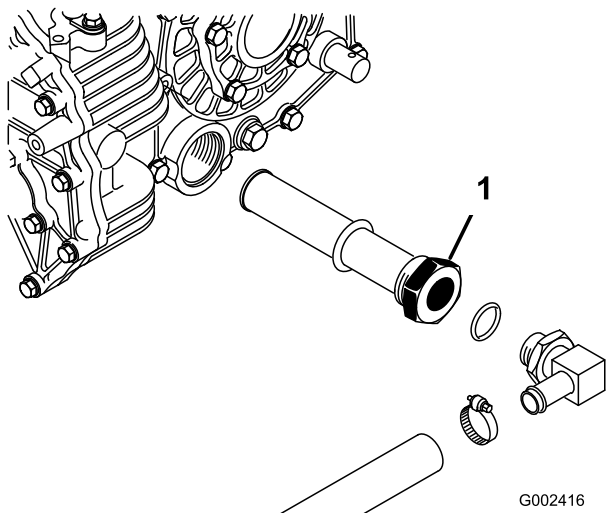

Figura 73
3. Observe la orientación del tubo hidráulico y del codo de 90° conectado al filtro en el lateral del depósito (Figura 73).